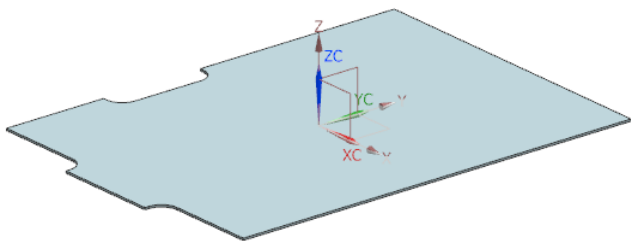

图 5-30 创建突出块特征
(5) 在“突出块”对话框中，单击<确定>按钮，创建突出块特征，如图 5-30 所示。